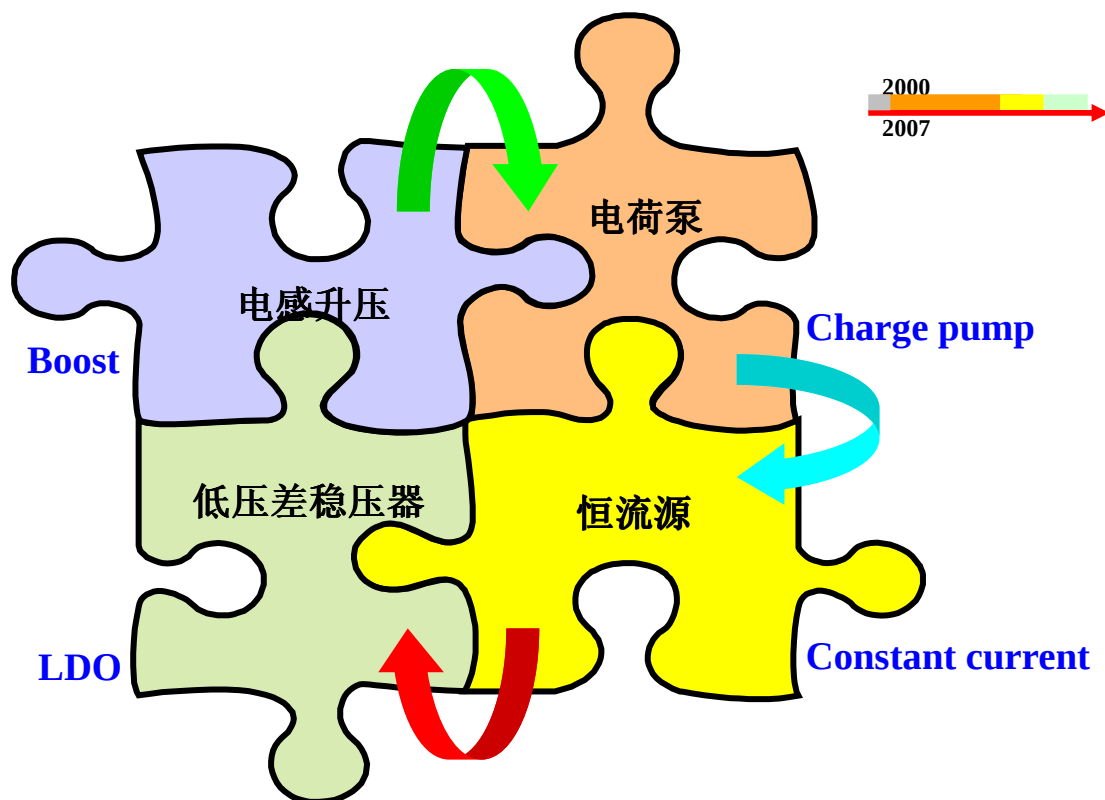

图1 手机背光LED驱动芯片的演变
DC/DC 开关稳压器是用电感器来储存电能的，而电感器容易发射开关频率，易对射频 (RF) 发生新的干扰，因此在手机产品中用得较少。电荷泵也是一种开关稳压器，但它用电容器作电能储能，因而不会发射开关频率，在手机产品中占了最大的份额。LED 发光要求 I_F 恒流，恒流源就是针对这个市场而特别设计、生产的，恒流源的价格是电荷泵的 50%，因而近年来在普及型手机产品中也占有一定的份额。普及型手机产品苛求成本下降，手机背光驱动单元尚可榨油的就是降低 LED 驱动 IC 的成本，大多数手机的机电电压设计在电池电压降至 3.3V 时，因此恒流源就设计成在 4.2V-3.3V 时恒流输出 20-30mA，3.3V 以下输出电流急降。电荷泵的卖点是效率 (η)，但大多数电荷泵在 4.2V-3.3V 时其转换效率并不高，当电池电压降到 3.0V-2.5V 时它的转换效率能达 85-90%，可惜在目前大多数的手机方案中并不能发挥其优势。LDO 是一个性能很好的低压差稳压器，输出电压稳定，当负载不变时，它流过负载的电流也恒定，基于此原理的 LDO 也是一个很好的 LED 驱动器。就目前手机用 LED 驱动 IC 而言，一个 DC/DC (Boost) 的售价是 USD0.12-0.15，一个电荷泵的售价是 USD0.20-0.25，一个恒流源的售价是 0.09-0.12，一个 LDO 只几分美金，对于降低手机背光驱动单元成本，有一定的空间，今年来不少普及型手机都已选用。手机背光 LED 驱动芯片的演变如图 1 所示。手机 LCD 背光如图 2。